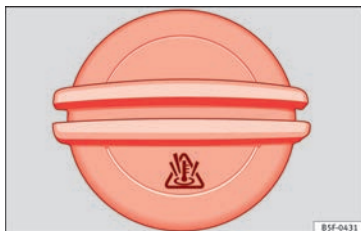

Fig. 244 I motorrummet: dæksel på motorkølevæskebeholderen
- Motorkølevæskebeholderen kan kendes på symbolet  på dækslet »» Fig. 244.